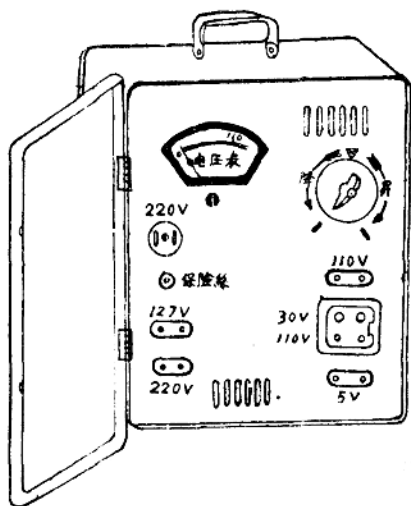

图1.13 变压器
(1) 架設机器的步驟如下:
①挂銀幕(或以白色牆壁代替)。
②把揚声器放在銀幕一边,同时取出片夹、倒片机,將揚声器導綫引到放映桌上固定起来。
③把扩音机放在桌上,有仰机螺絲的一端向銀幕,同时取出各連接導綫。
④取出放映机,打开扩音机上光电管的擋光板,把放映机放在扩音机上,將固定螺絲旋紧,打开供、收片臂。
⑤把变压器放在扩音机后面。变压器外部机件的名称、位置如图1.13。
⑥架設好放映机后,应擦拭一下各个部分并加油。除减震滑輪处的油孔不必經常加油外,其余各处漆有紅色的11个孔和各个滑輪的軸上,应在每放映前加1—2滴放映机用潤滑油。加油后油孔口和机件表面均应擦淨。放映机内部各滾珠軸承等須在每工作200小时后送修配厂(站)檢修时換新黃油。